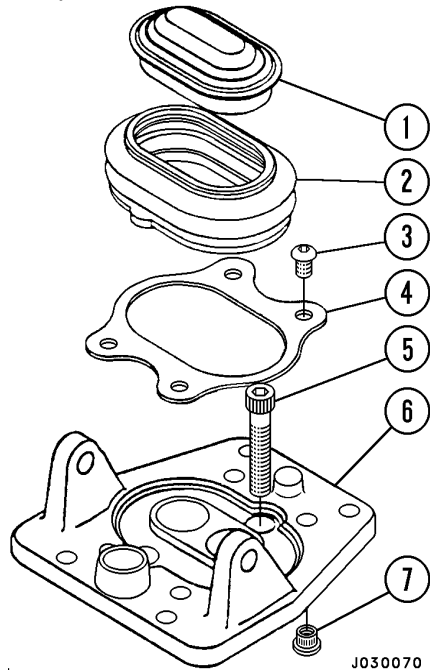

FIGURA 3-4. TAPA DEL ACCIONADOR Y PROTECCIÓN
6. Retire los cuatro tornillos Allen (3, Figura 3-4) que aseguran la placa de retención de la protección (4).
7. Saque la placa de retención (4), la protección (2) y la tapa del activador (1) como un conjunto, tomando la protección y sacándola lentamente del cuerpo de la válvula.
9. Retire y elimine el O-ring (22) y las juntas axiales (23).
10. Suelte las arandelas de seguridad en el émbolo del accionador (2). Suelte los tornillos de las bridas de ajuste (1).
12. Retire los dos tornillos (5, Figura 3-4) que retienen la base del accionador (6) al cuerpo de la válvula.
3. Ponga el carrete del regulador (8) en su camisa (14). Empuje el carrete levemente por la camisa. El carrete debe poder moverse libre y suavemente por todo el largo de la camisa. Si no lo hace, debe reemplazarlo. Jamás reemplace solo el carrete o la camisa. Estos se deben cambiar como conjunto.
5. Inspeccione los insertos roscados (7, Figura 3-4) en la base del accionador (6). Si cualquiera de los hilos está dañado, debe reemplazar los insertos.
1. Si retiró cualquier inserto roscado (7, Figura 3-4) de la base del accionador (6), ponga la base mirando hacia abajo en el banco de trabajo y apóyela directamente bajo cada uno de los cuatro orificios de montaje.
1. Examine si la protección (2, Figura 3-4) presenta grietas, desgarros u otros daños. Si el daño es evidente, debe reemplazar la protección.
2. Si está dañada, retire la protección de la tapa del accionador (1) y elimine la protección antigua. Limpie profundamente los costados